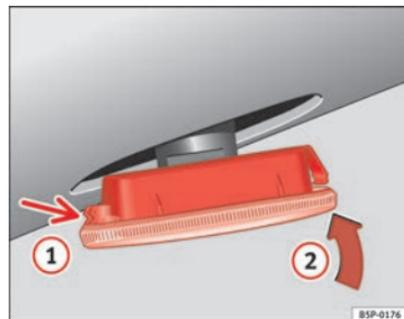

Fig. 189 Indicatori di direzioni laterali
- Prima collocare l'intermittente nel foro della carrozzeria, incastrando le linguette ⇒ fig. 189, freccia ①.
- Inserire la lampada come indicato dalla freccia ② ⇒ fig. 189. ■